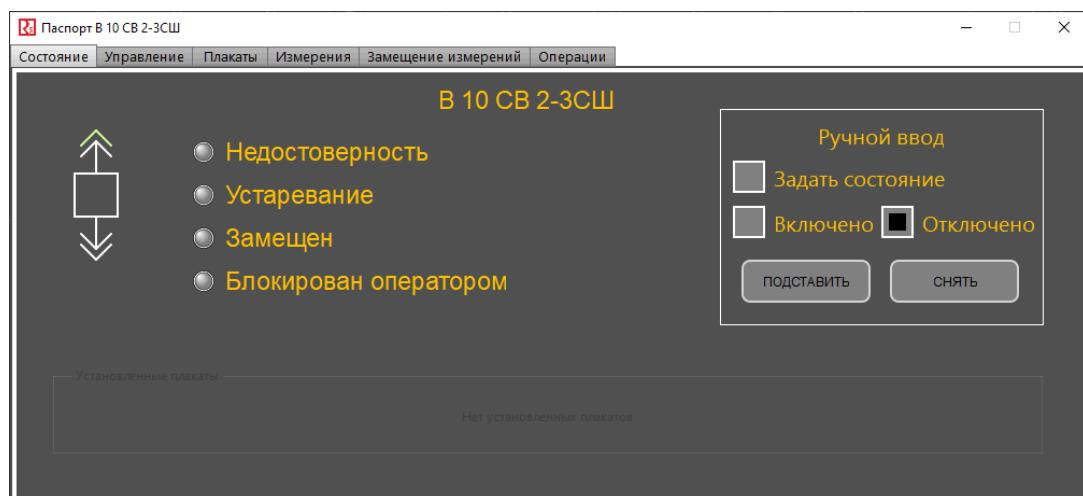

Рисунок 56 - Подстановка/Снятие
4. На вкладке **Состояние** выполните подстановку, затем снятие (Рисунок 56).